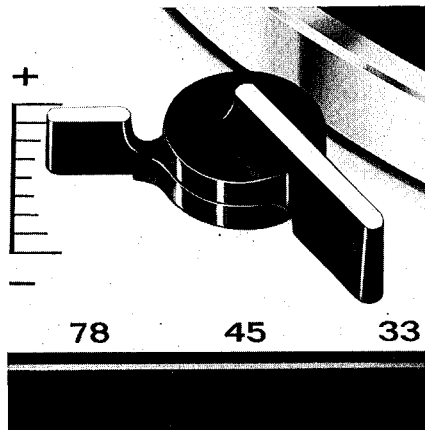

Fig. 17
Jede der 3 Normdrehzahlen 33 1/3, 45 und 78 U/min, kann mit der Drehzahl-Feinregulierung (Fig. 17) um ca. 6 % (1/2 Ton) verändert werden. Tonlage und Tempi der Wiedergabe lassen sich damit individuell regeln. Die Einstellung erfolgt mit dem Tempi-Variator ⑭.